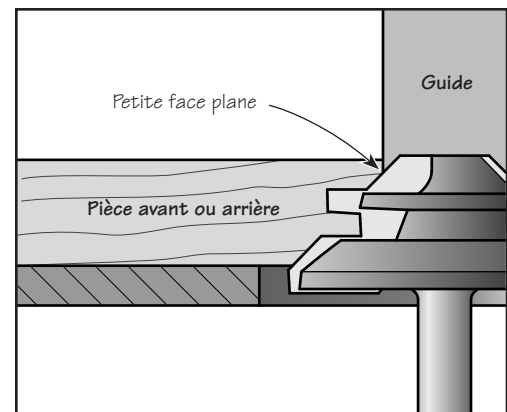
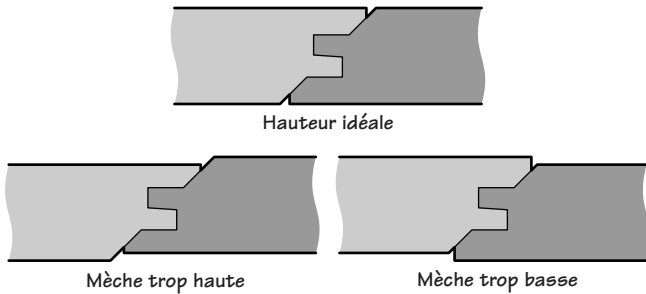

Figure 3 : Régler la position du guide
Figure 4 : Vérifier la hauteur de la mèche
3. Réglez le guide de la toupie de façon à obtenir une petite face plane une fois la pièce avant taillée. Voir la **figure 3**. Après avoir obtenu la hauteur voulue, positionnez le guide. La hauteur de la face plane n'est pas très importante, mais elle doit être suffisante pour permettre à la pièce de s'appuyer sur le guide après avoir été formée par la mèche.
4. Faites deux essais de coupe dans du bois de bout sur des pièces de même épaisseur que la pièce avant. Voir la **figure 3**. L'assemblage de ces pièces permettra de vérifier la hauteur de la mèche. Voir la **figure 4**. Si les deux pièces sont bien assemblées, la mèche est ajustée la bonne hauteur. Sinon, il suffit de la régler en ajoutant ou en soustrayant la moitié de la différence.